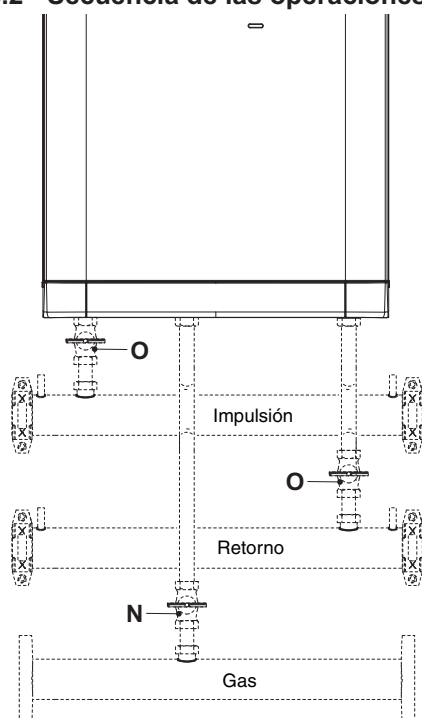

Fig. 6.1
- Abra la llave del contador de gas y el de la instalación (N) mostrado en la Fig. 6.1.
- Vuelva a cerrar la llave del gas (N).
- Abra las llaves de impulsión y retorno (O)
incluidas en la instalación (Fig. 6.1).
- Abra la llave del gas (N) incluida en la instalación Fig. 6.1.